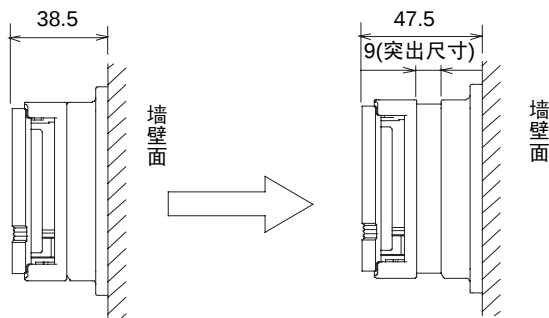

图 19
- (5) 当主体单元处于突出状态(参照图19)时，安装操作结束。